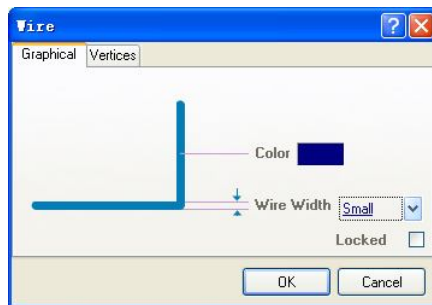

图 7-13 Wire 对话框
(2) 按 Tab 键，打开如图 7-13 所示的 Wire 对话框。